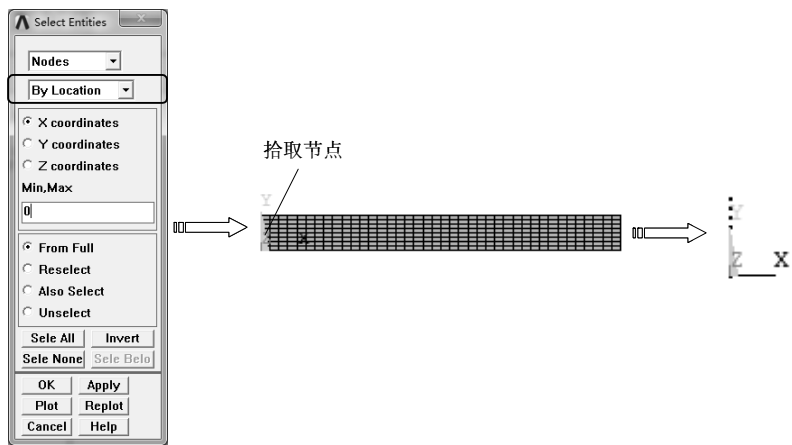

图 9-62 选择节点
3) 选择 “Utility Menu>Select>Entities” 命令，弹出 “Select Entities” 对话框，选择拾取对象为 “Nodes”，拾取方式为 “By Location”，选择 “X coordinate” 选项和 “From Full” 选项，在 “Min, Max” 文本框中输入 0，单击 “Apply” 按钮完成，单击 “Plot” 按钮显示所选取的节点，如图 9-62 所示。